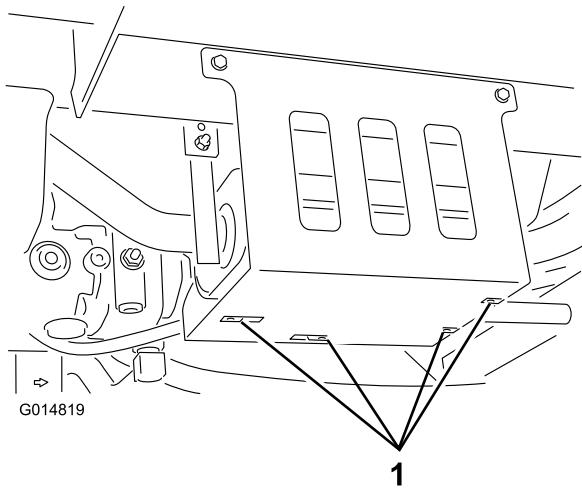

Figura 1
- Coloque as quatro porcas em U no resguardo de calor do tubo de escape (Figura 1).